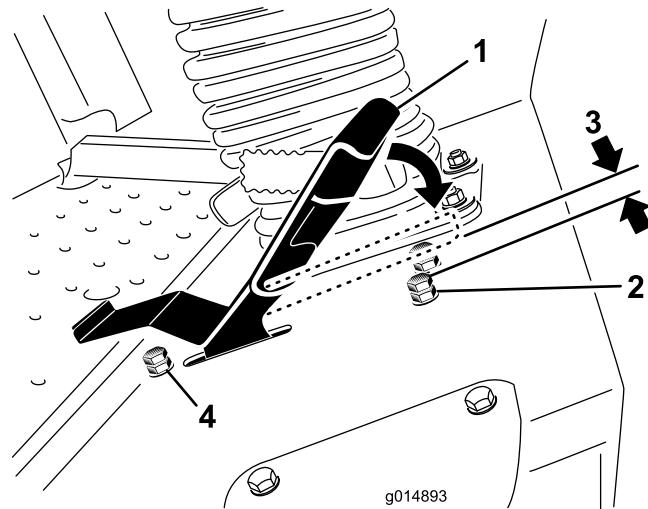

Figure 48
3. Desserrez l'écrou de blocage sur le boulon d'arrêt de la pédale de déplacement (Figure 48).